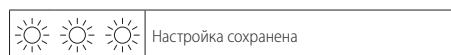

Рис. 29
- 7 Чтобы сохранить настройки, нажмите кнопку сброса 9 на Рис. 5 и удерживайте ее в течение 5 секунд, при этом все индикаторы будут мигать одновременно как на Рис. 29 (условные обозначения индикаторов Рис. 25)